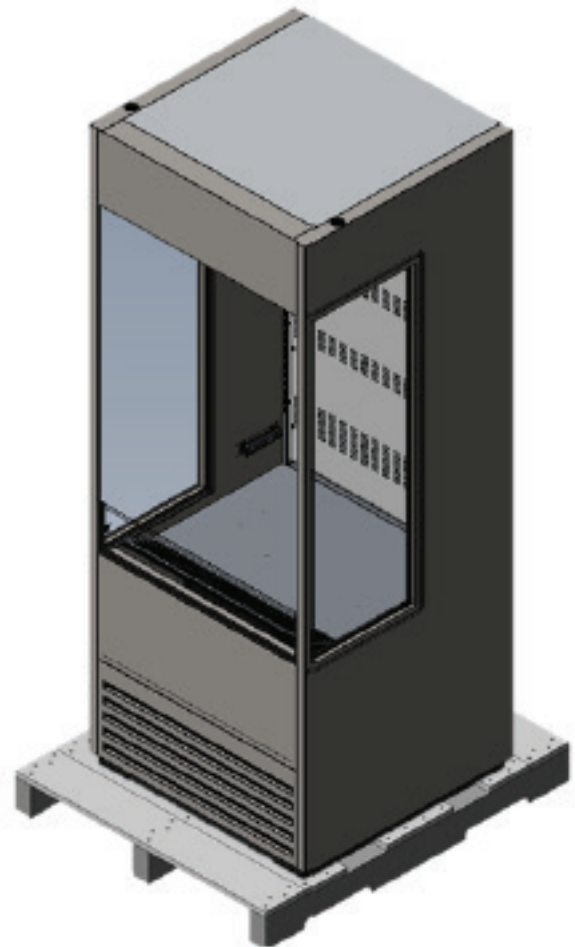

Abb. 1. Entfernen Sie die Umverpackung.
1. Entfernen Sie die äußere Verpackung (Karton und Luftpolsterfolie oder Styroporecken und durchsichtige Kunststoffolie). Siehe Abb. 1. Überprüfen Sie das Gerät auf versteckte Schäden. Reichen Sie umgehend Ihre Ansprüche beim Spediteur ein, wenn Schäden vorhanden sind.